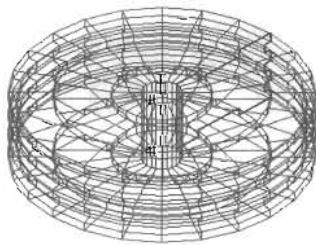

图 13-39
(3) 执行“绘图>建模>网格>旋转网格”菜单命令, 绘制如图 13-39 所示的图形, 命令执行过程如下。